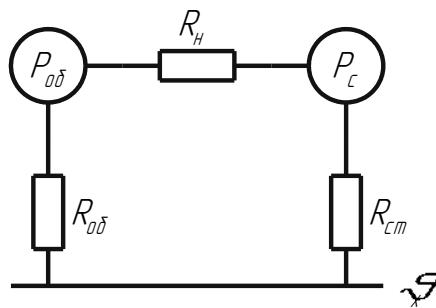

рис. 5
5. Определить температуру обмотки $\theta_{об}$ и температуру стали сердечника якоря θ_s по схеме замещения (рис.5), если известны следующие параметры: